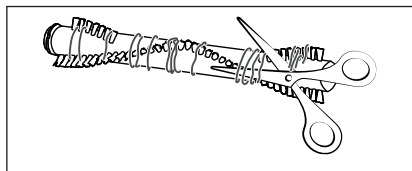

Fig. 28
- 4) Tagliare i fili e i capelli nelle setole del rullo a spazzola **21** utilizzando delle forbici (vedere fig. 28). Rimuovere fili e capelli dal rullo a spazzola **21**.